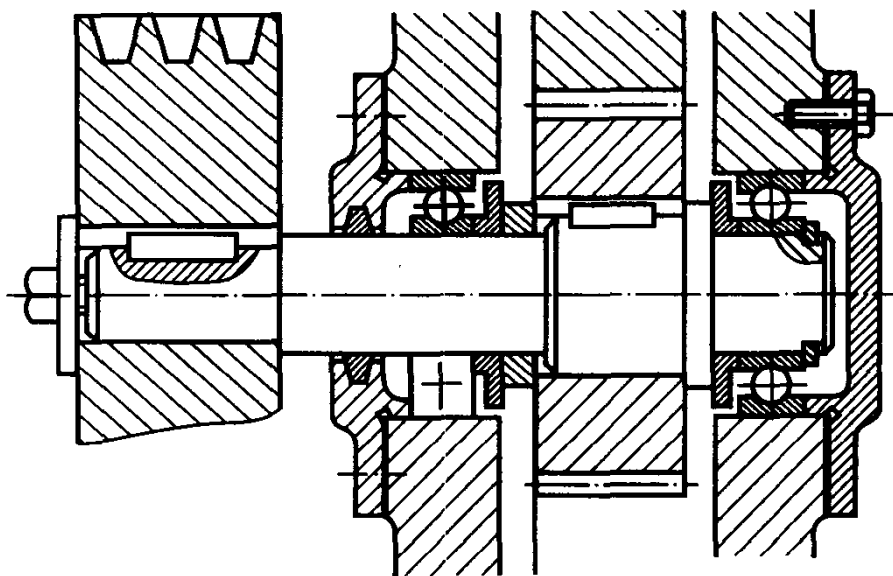

图 1-5 减速器主动轴轴系结构分析
(2) 指出图 1-5 中齿轮减速器主动轴轴系上的错误结构,并改正。